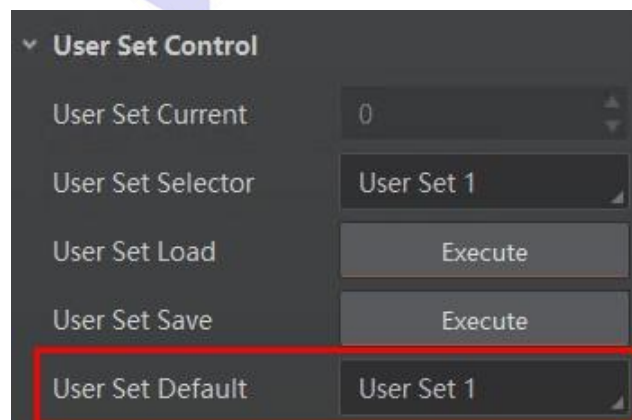

图8-20 设置默认启动参数
- 设置默认启动参数：通过 *User Set Default* 参数下拉选择相机上电时默认启动的参数，如图 8-20 所示。